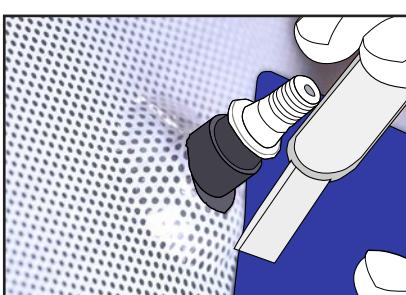

Figure 23
- › Déplacer la raclette et le cutter en même temps, le long de la protection caoutchouc de l'axe d'essuie glace, pour couper le film. (FIG. 23)